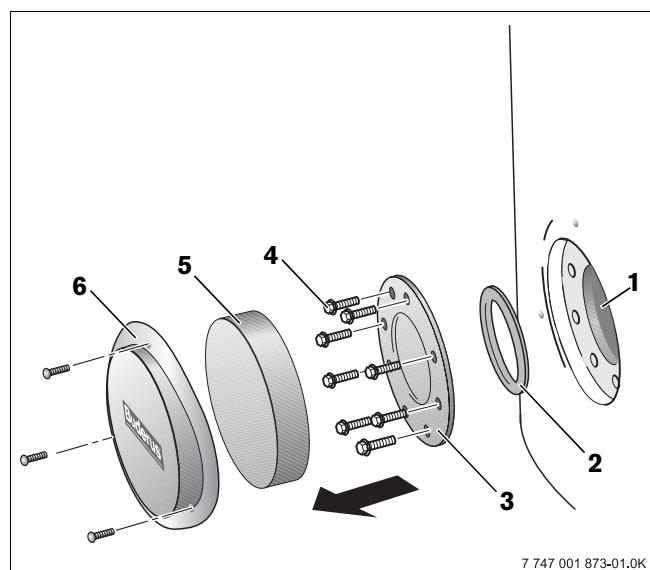

Fig. 11 Démontez la trappe de visite
- Desserrer les vis du cache de la trappe de visite (fig. 11, **pos. 6**).
- Retirer le couvercle de la trappe de visite et l'isolation thermique (fig. 11, **pos. 5**).
- Desserrer la vis à tête hexagonale (fig. 11, **pos. 4**), retirer le cache de la trappe de visite (fig. 11, **pos. 3**) et le joint du cache de la trappe de visite (fig. 11, **pos. 2**).